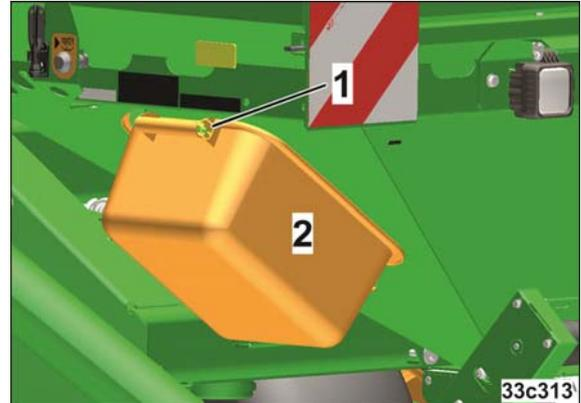

Fig. 51
Auffangbehälter (Fig. 51/2) sind zum Transport mit einem Klapstecker (Fig. 51/1) gesichert.
- o Auffangbehälter (Fig. 51) an der Transporthalterung befestigen und mit einem Klappstecker sichern.